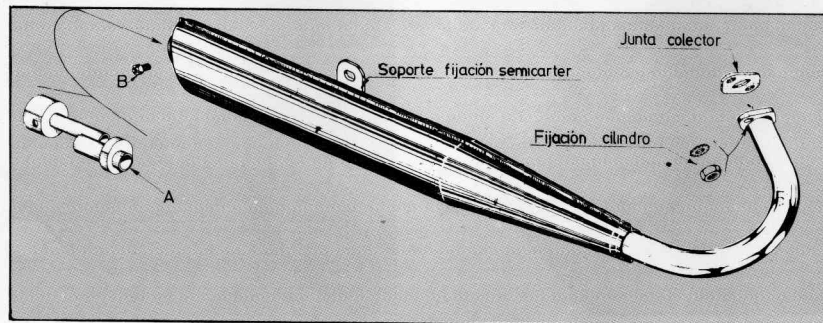

Fig. 30
Desmontar tubo (A) (fig. 30); para ello, quitar el tornillo (B) y extraer el tubo.